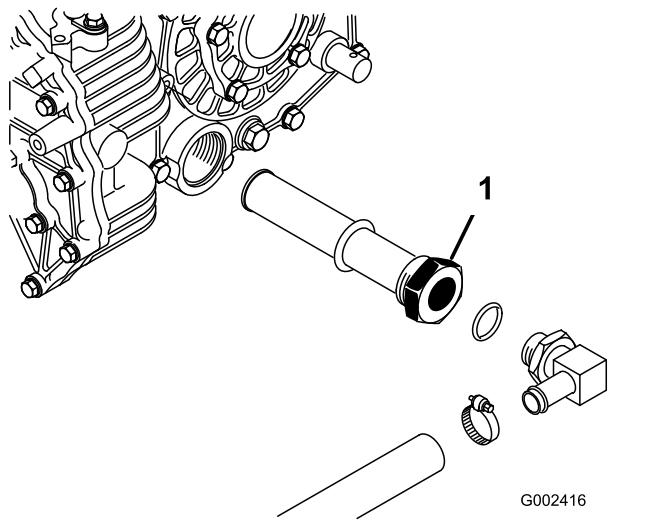

Figure 71
3. Notez l'orientation du flexible hydraulique et du raccord à 90° raccordé à la crépine sur le côté du réservoir (Figure 71).